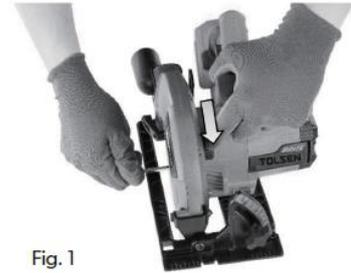

Fig. 1
2. Poussez le bouton de verrouillage de la broche vers le boîtier du moteur comme indiqué par la flèche sur la Fig. 1 et maintenez-le fermement.